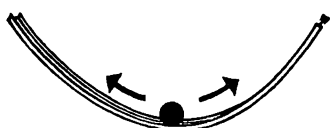

Fig. 329
- (d) A ball bearing will run to and fro in a bent curtain rail (Fig. 329).